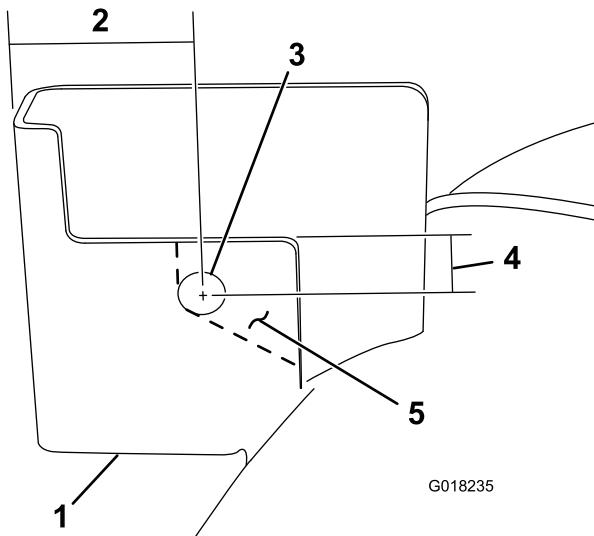

Bild 2
- A. Bohren Sie zum leichteren Entfernen von Teilen von der Mähwerkhalterung hinten links ein 13 mm großes Loch in die Halterung an der Stelle, die in Bild 2 dargestellt ist.
- B. Entfernen Sie das Teil der Mähwerkhalterung hinten links, wie in Bild 2 dargestellt.